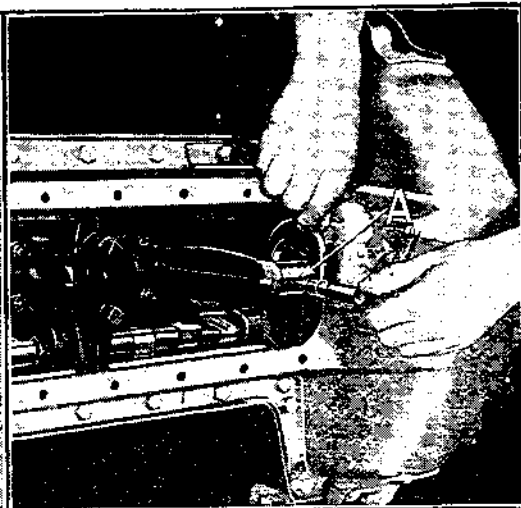
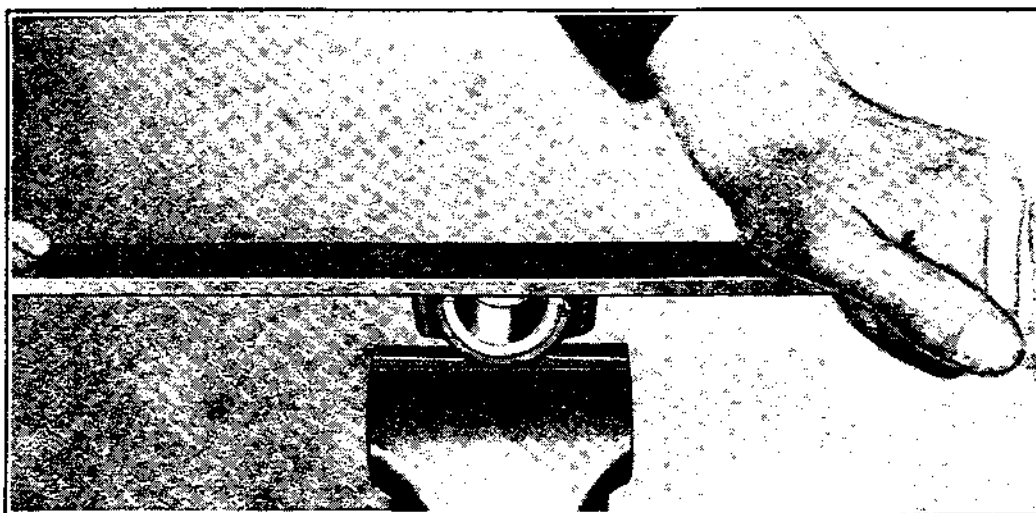

Fig. 231
Fig. 232
**384** — Vérifier les axes des bielles du vilebrequin à l'aide d'un palmer (Voir A, fig. 231), prendre les mesures à plusieurs points différents. Si l'axe est ovalisé de plus de 0 m/m 05, remplacer le vilebrequin. Si le vilebrequin est en bon état et l'antifriction n'est pas usé, ajuster le chapeau à la lime de la façon indiquée dans la figure 232 et enlever environ 0 m/m 05. (Si l'antifriction est brûlé, voir par. 389.) Faire très attention de tenir la lime bien droite sur le chapeau.